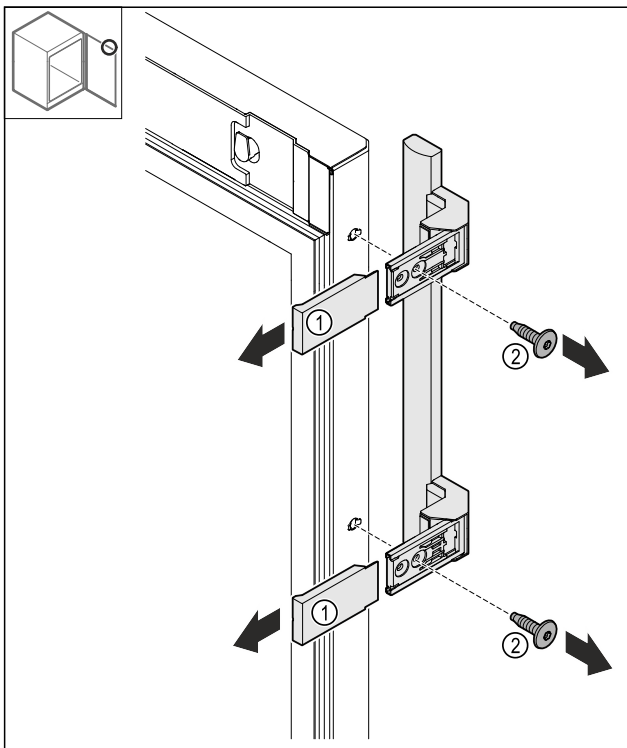

Fig. 24
- Húzza le a fedelet Fig. 24 (1).
- Oldja ki a csavarokat Fig. 24 (2).